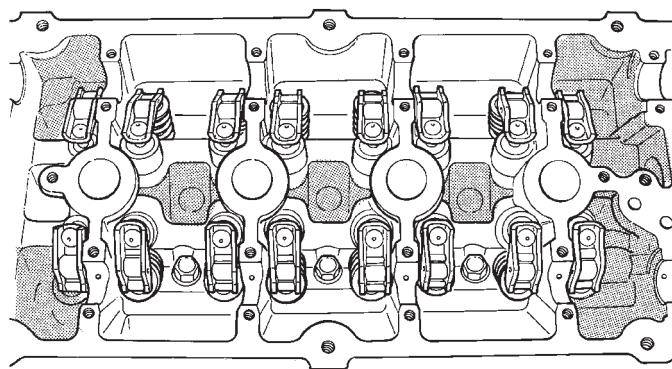

Abb. 33 Schlepphebel — Einbau
- (1) Schlepphebel mit sauberem Öl schmieren und in ihrer ursprünglichen Einbaulage am Hydrostößel und Ventilschaft montieren (Abb. 33).
- (2) Nockenwellen einbauen. Siehe betreffenden Arbeitsgang in diesem Abschnitt.
- (3) Zahnriemen auflegen, Riemenscheiben und Abdeckungen montieren. Siehe betreffenden Arbeitsgang in diesem Abschnitt.
- (4) Ventildeckel montieren. Siehe betreffenden Arbeitsgang in diesem Abschnitt.